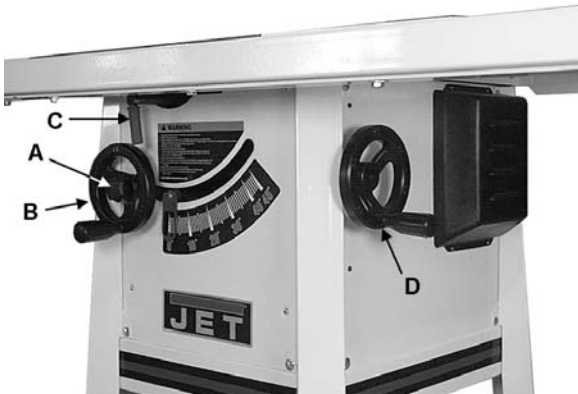

Рис. 22
Показано на рис. 22:
3. Установите пильный диск в 90° к столу, поворачивая штурвал (D, рис. 22), наклоняющий диск, против часовой стрелки, насколько это возможно. До остановки в ограничителе.
8. Установите пильный диск в положение 45° к столу, поворачивая штурвал (D, рис. 22), наклоняющий диск, по часовой стрелке насколько это возможно. До остановки в ограничителе.